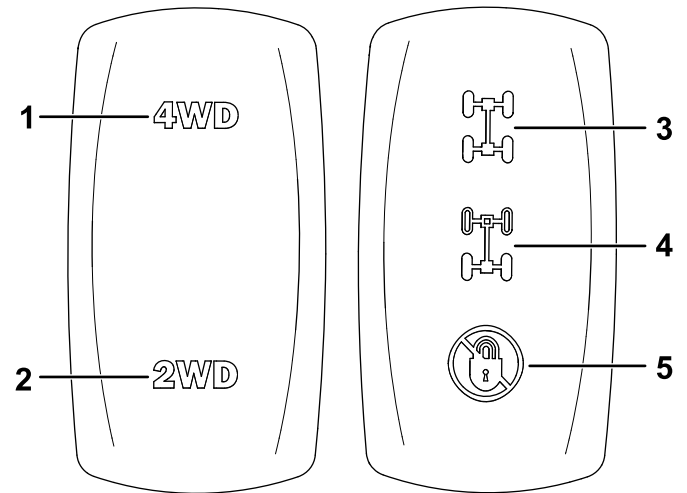

Figura 48
2. Pulse el interruptor de tracción a 2 ruedas/tracción a 4 ruedas (**Figura 48**) hacia arriba para engranar la tracción a 4 ruedas.
Sin pisar el pedal del acelerador, engrane la tracción a 4 ruedas pulsando el interruptor de tracción a 2 ruedas/tracción a 4 ruedas hasta la posición de abajo (**Figura 48**).
2. Pulse el interruptor de bloqueo de diferencial hasta la posición media para accionar el bloqueo de diferencial trasero (Figura 48).
Pulse el interruptor de bloqueo de diferencial hasta la posición de arriba para accionar los bloqueos de diferencial delantero y trasero (Figura 48).
Sin pisar el pedal del acelerador, desengrane los bloqueos de diferencial pulsando el interruptor de bloqueo de diferencial hasta la posición de abajo (Figura 48).